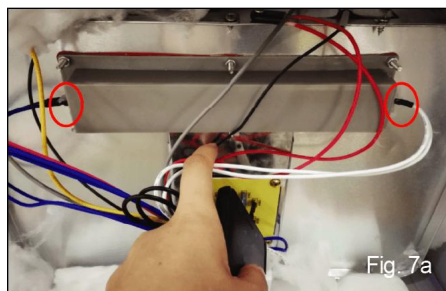

Fig. 7a
10. Remettez les deux câbles en place et serrez les vis du boîtier. Voir fig. 7a et 7b.